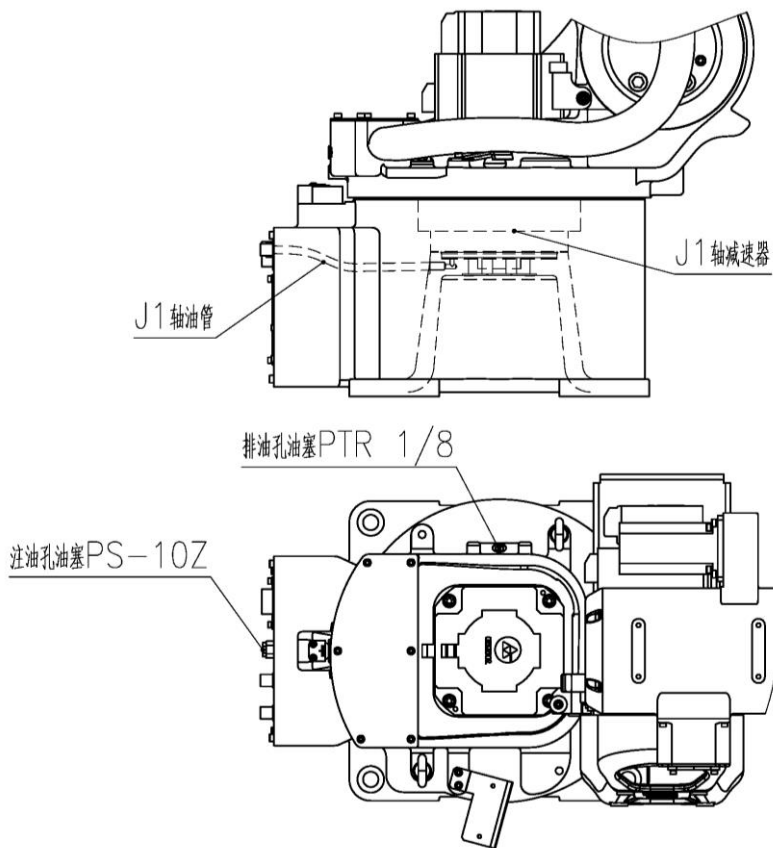

图 21 J1 轴减速机局部结构
(1) 油脂补充步骤（参考图 21）
③ 安装排油孔堵塞前，低速运转 J1 轴几分钟，使多余的油脂从排油孔排出；
④ 用布擦净从排油孔排出的多余的油脂，在排油孔安装堵塞。油塞的螺纹处要缠生胶带并用扳手拧紧。
(2) 油脂更换步骤（参考图 21）